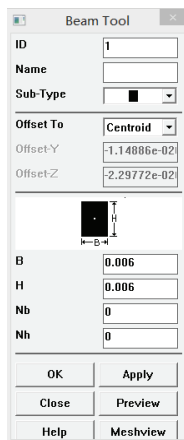
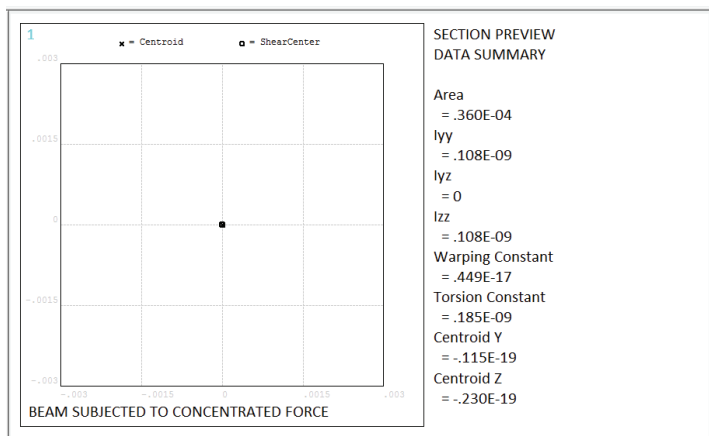

图 5-45 输入矩形梁特征参数对话框
图 5-46 矩形梁信息显示对话框
4) 选择 Main Menu | Preprocessor | Sections | Beam | Common Sections 命令, 出现 Beam Tool 对话框, 在 Sub-Type 下拉选框中选择矩形梁标记, 在 B、H 输入栏中分别输入 0.006、0.006, 如图 5-45 所示。单击 Preview 按钮, ANSYS 显示窗口将显示矩形梁的相关信息, 如图 5-46 所示, 单击 Beam Tool 对话框中的 Close 按钮关闭该对话框。